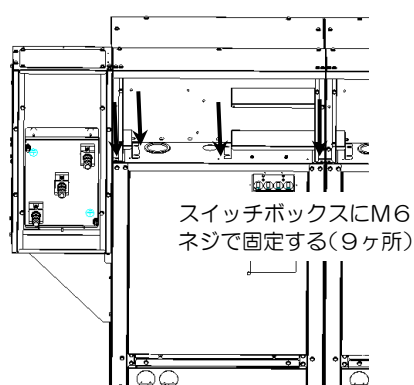

図 4-1 配線ダクトボックス取付け
- ① 配線ダクトボックスの正面パネルを取り外します（配線完了後『7.カバー取付け』にて再度取り付けます）。
- ② スwitchボックスの上に図 4-1 のように配線ダクトボックスを乗せ、M6ネジ（付属品）にてスィッチボックスに1台当たり9ヶ所固定します。
- ③ ターミナルボックスと配線ダクトボックス、及び配線ダクトボックス同士をM6ネジ（付属品）にて固定します。